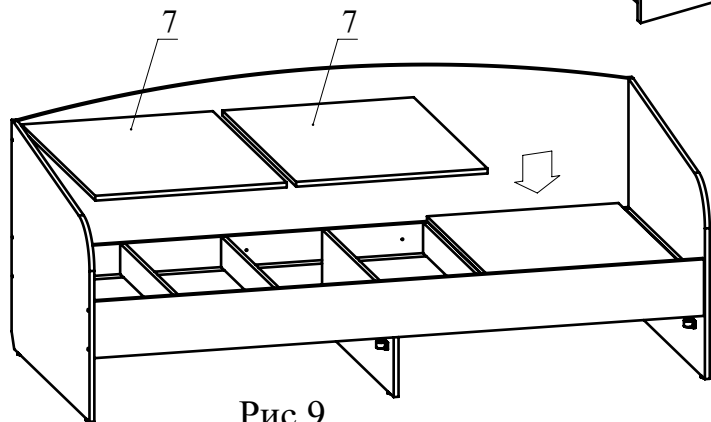

Рис.9
10. Вставьте детали 7 в каркас кровати. Вставьте заглушки конфирматов и минификсов (Рис. 9).